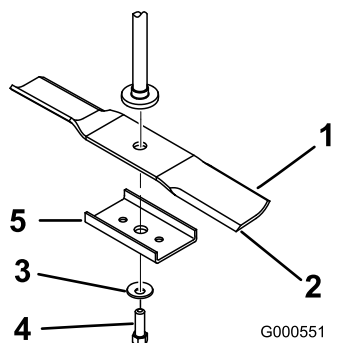

Figure 45
Tenez la lame par son extrémité avec un chiffon ou un gant épais. Enlevez le boulon, la rondelle bombée, le renfort (modèles de 107 cm [42 po]) uniquement) et la lame de l'axe (Figure 45).
- Placez la lame sur l'axe (Figure 45).
- Montez le renfort (modèles de 107 cm [42 po]), la rondelle bombée (face concave vers la lame) et le boulon de lame (Figure 45).